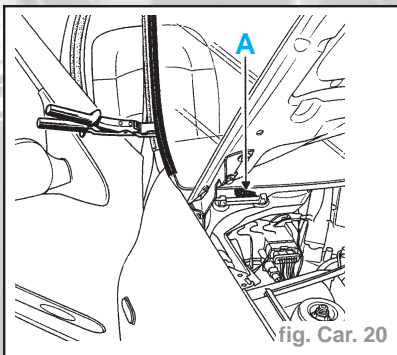

fig. Car. 20
- les cales de maintien (A) (fig. Car. 20)